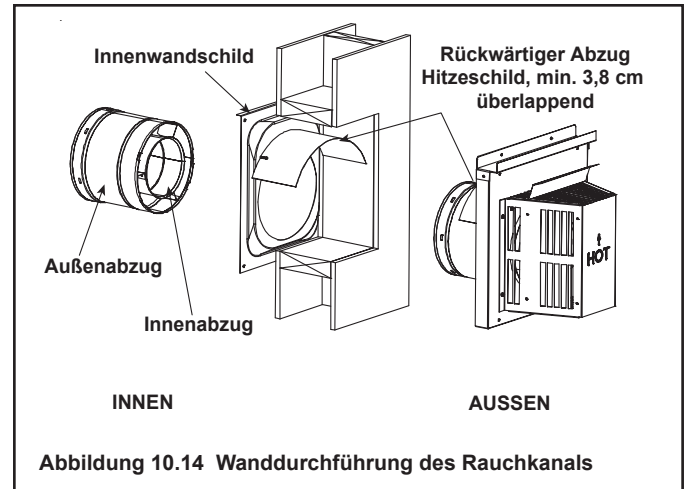

Abbildung 10.14 Wanddurchführung des Rauchkanals
- Ein Segment des Hitzeschildes wird am Wandschild befestigt. Das andere wird auf dieselbe Weise am Mündungselement befestigt (siehe Abbildung 10.14).
- Die kleine Stütze im Schild ruht auf dem Abzug, um für den richtigen Abstand zum Rohrsegment zu sorgen (siehe Abbildung 10.14).
- Die Hitzeschilde am feuerfesten Wandschutz und am horizontalen Mündungselement dürfen **NICHT** entfernt werden (siehe Abbildung 10.14).
Der Hitzeschild ist in zwei Abschnitte unterteilt. Einer der Abschnitte ist werkseitig mit dem feuerfesten Wandschutz verbunden. Der andere Abschnitt ist werkseitig mit dem Mündungselement verbunden. Siehe Abbildung 10.14.